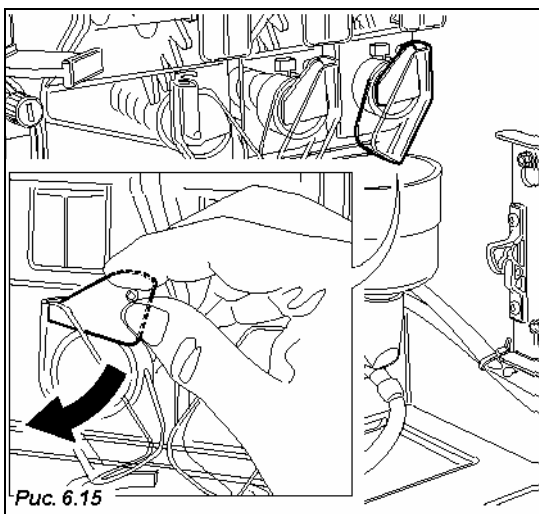

Рис. 6.15
- После окончания заполнения (Рис. 6.15) выполните цикл очистки секции миксера с целью промывки всей системы и удаления остаточных загрязнений из кипятильника.